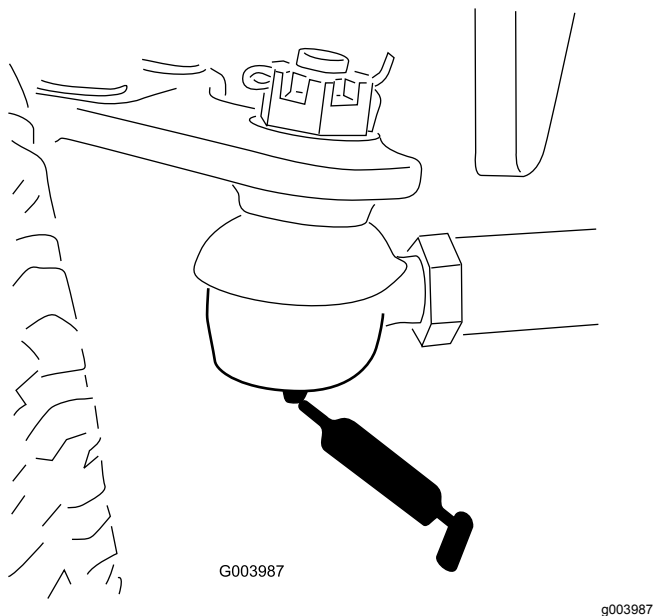

Figura 51
- Tirante del ponte posteriore (2) (Figura 51)